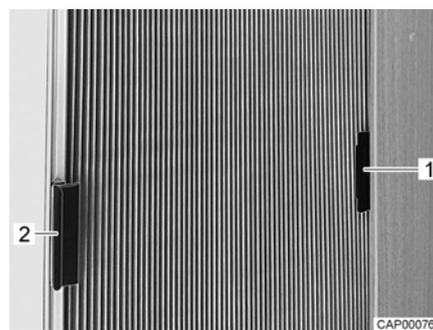

Fig. 3 Estor plegable para la luna lateral (cerrada)
- Insertar el asidero (Fig. 3,1) del respectivo estor plegable en la pieza sobrepuesta (Fig. 3,2). De este modo, el estor plegable estará retenido de tal manera que no podrá cerrarse.